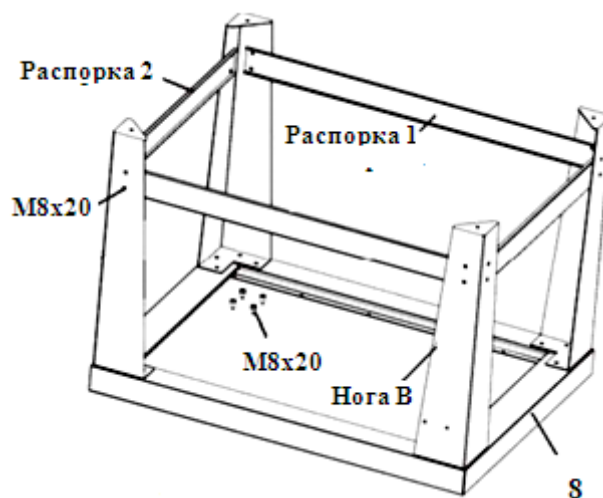

Рис. 7. Сборка основания.
3.	Положите раму (8) как показано на Рис.7. Используя болты М8х20 (с плоскими и пружинными шайбами), смонтируйте ноги А (18) – (3 шт.) и ногу В (10). Положение ноги В должно точно соответствовать Рис. 7. В собранной камере эта нога должна быть передней и слева от оператора.
4. . Используя болты М8х20 (с плоскими и пружинными шайбами), смонтируйте распорки 1,2 как показано на Рис. 7.